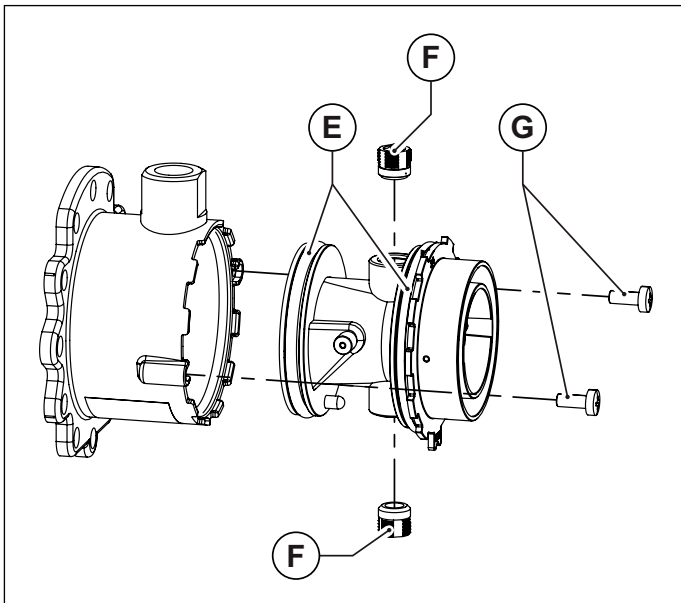
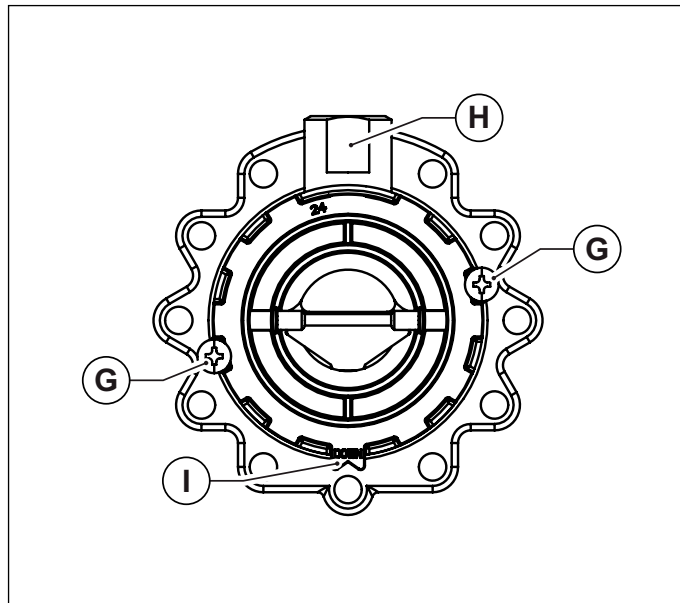

Рис. 38 Пластмассовый корпус смесителя
Рис. 39 Монтажное положение
- Отвинтить два винта и вытащить пластмассовый корпус смесительного узла (смотри Рис. 38 Пластмассовый корпус смесителя).
- Используя шестигранный ключ, вывинтить две форсунки диаметром 6 мм (смотри Рис. 38 Пластмассовый корпус смесителя).
- Вставить пластмассовый корпус (трубку Вентури) в смесительный узел и зафиксировать его крепежными винтами, обращая внимание на то, чтобы не повредить кольцевые прокладки, расположенные по краям пластмассового корпуса Рис. 38 Пластмассовый корпус смесителя) правильно выбрать монтажное положение (смотри Рис. 39 Монтажное положение).
- Закрепить смесительный узел на вентиляторе с помощью шестигранных винтов, не забыв установить между ними уплотнительное кольцо (смотри Рис. 38 Пластмассовый корпус смесителя).
- Вставить пластмассовый корпус (трубку Вентури) в смесительный узел и зафиксировать его крепежными винтами, обращая внимание на то, чтобы не повредить кольцевые прокладки, расположенные по краям пластмассового корпуса (Рис. 38 Пластмассовый корпус смесителя) правильно выбрать монтажное положение (смотри Рис. 39 Монтажное положение).